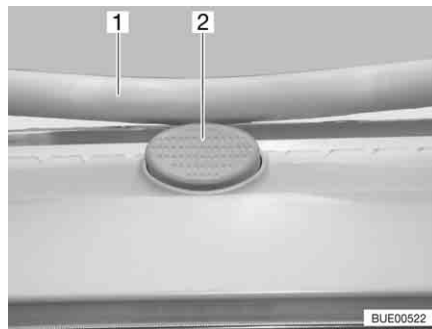

Fig. 65 Bouton de sûreté sur le lanterneau Heki
- Appuyer sur le bouton de sûreté (Fig. 65,2) et tirer l'étrier (Fig. 65,1) vers le bas avec les deux mains.
- Pousser l'étrier vers le haut avec les deux mains jusqu'à ce que ce dernier se trouve au-dessus du bouton de sûreté (Fig. 65,2).